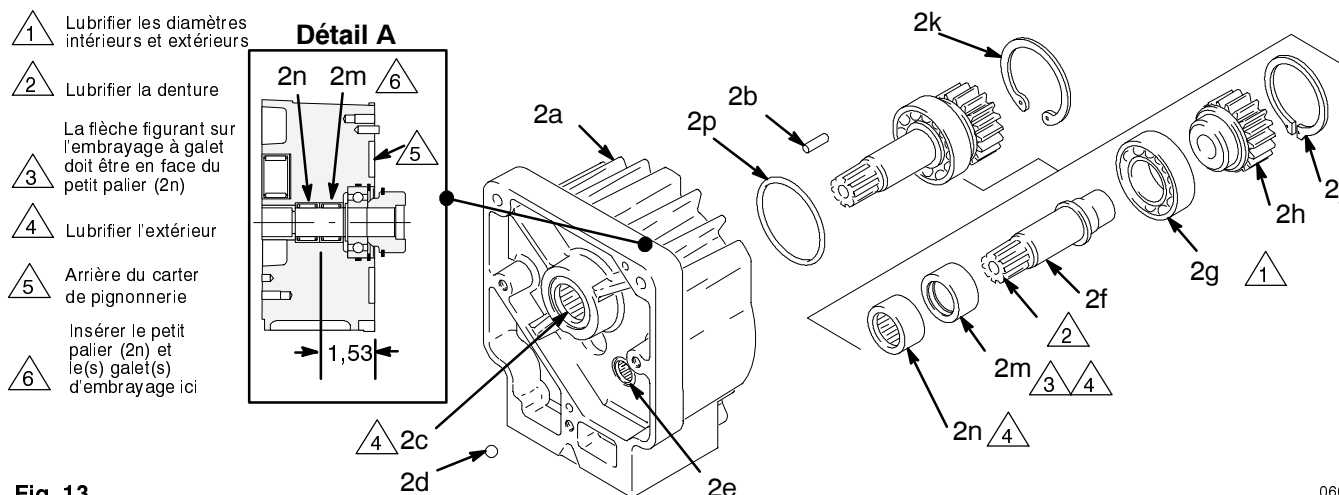

Fig. 13
3. Retirer les deux vis du fond (59) et leurs rondelles (16) en premier, puis retirer les trois vis du haut (59) et leurs rondelles (16).
4. Séparer le carter de pignonnerie (2) du carter d'embrayage (1) en le tirant. L'induit (51b) va venir avec lui.
5. Extraire l'induit (51b) du moyeu (2h**) du carter de pignonnerie. Voir aussi Fig. 13.
6. En cas de remplacement de l'ensemble du carter de pignonnerie (2), enduire la denture des arbres de pignon de lubrifiant G-n (fourni). Recouvrir ensuite les dentures de graisse à palier (fournie). Mettre la graisse restante dans le fond du carter de pignonnerie. Utiliser 3,8 litres de graisse.
7. Mettre un nouveau joint (64) (fourni).
Réparation du pignon (Fig. 13)
5. Appliquer du lubrifiant sur les pièces indiquées à la figure 13.
- Le petit roulement (2n), puis l'embrayage à galet (2m), la flèche devant être face au petit roulement, à l'arrière du carter (2a). Voir détail A, Fig. 13.
Examiner le moyeu cannelé (2h**, Fig. 13, page 24) pour constater l'état d'usure. Le remplacer si nécessaire. Suivre les instructions sur le carter de pignonnerie, page 24.